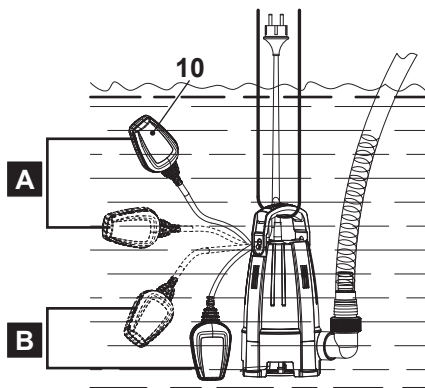
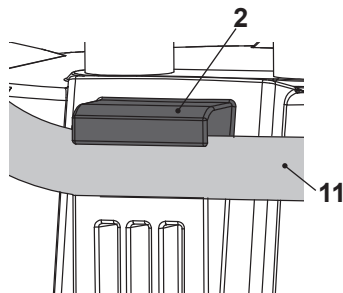

Fig. 5
Fig. 6
**REMARQUE :** l'interrupteur à flotteur (10) contient une bille qui active un interrupteur. Le produit ne fonctionne que si l'interrupteur à flotteur est au-dessus de la position A, la position B correspondant au niveau d'arrêt de la pompe (Fig. 5).
Le produit est mis en marche à un certain niveau d'eau par l'interrupteur à flotteur (10) (interrupteur de niveau) (Fig. 5, A). Le produit continue à pomper jusqu'à ce que le niveau d'eau descende à une certaine hauteur, puis l'interrupteur à flotteur arrête le produit (niveau d'arrêt) (Fig. 5, B).
1. Réglez la hauteur des niveaux d'activation et de désactivation de l'interrupteur relatif entre certains paramètres en allongeant ou en raccourcissant la longueur libre du câble de l'interrupteur à flotteur (11).
2. Fixez ensuite le câble de l'interrupteur à flotteur (11) sur l'attache-câble (2) (Fig. 6).
**REMARQUE :** avant la première utilisation, vous devez vous familiariser brièvement avec les commandes automatiques de l'interrupteur à flotteur (10). Déplacez l'interrupteur à flotteur (10) de haut en bas avec votre main pour simuler la mise en marche et l'arrêt. Modifiez la longueur du câble libre jusqu'à ce que vous trouviez une longueur adaptée à votre usage.